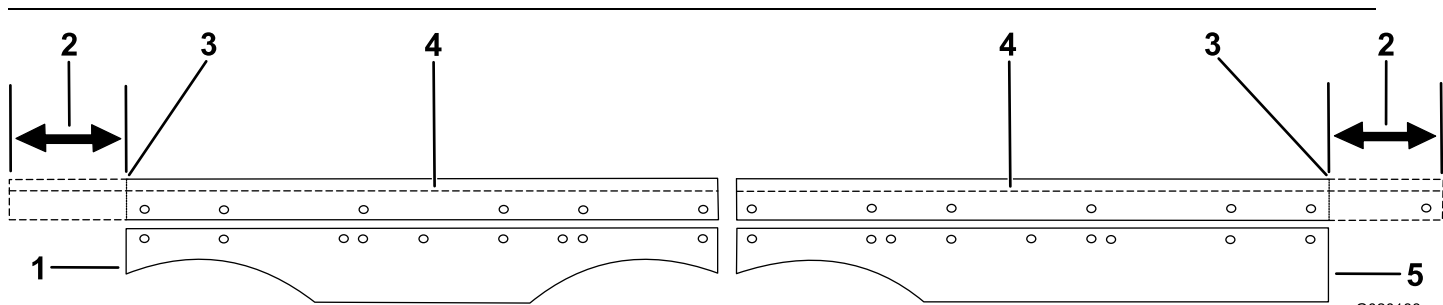

Figura 4
- Para carcasas de corte de 60 pulgadas, recorte los patines del faldón en la primera muesca en lados opuestos. Cuente las muescas desde el exterior hacia dentro, según se muestra en Figura 4.